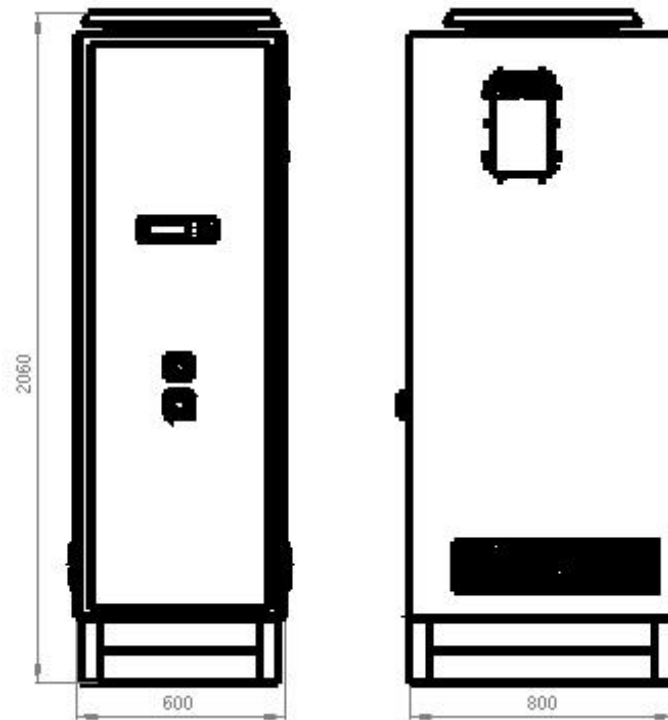

Рис.1. Габаритные и присоединительные размеры зарядного устройства
- 30. Габаритные и установочные размеры зарядного устройства приведены на рис. 1.